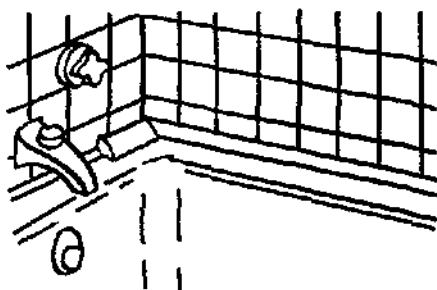

*Рис. 116. Замазка щели.*
*Вариант 2. Стены облицованы кафелем.* В таких случаях шов можно заделать с помощью водоотталкивающей замазки, например, уплотнительной замазки «Бостик»: под небольшим углом отрезают конец тюбика и медленно выдавливают содержимое, равномерно двигая тюбик вдоль щели (рис. 116). Ванной можно пользоваться спустя 24 часа.